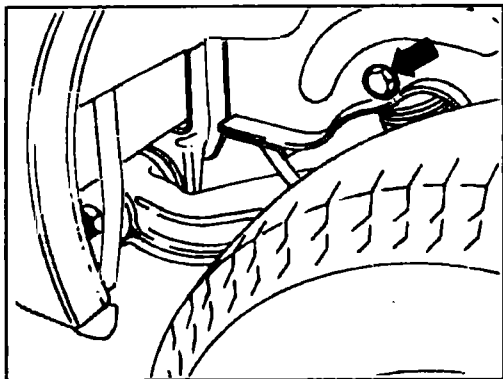

Рис. 7.31 Верхний болт крепления амортизатора (над задним колесом)
- ◆ Ослабьте болты крепления колес, а также болт, показанный на рис. 7.31.